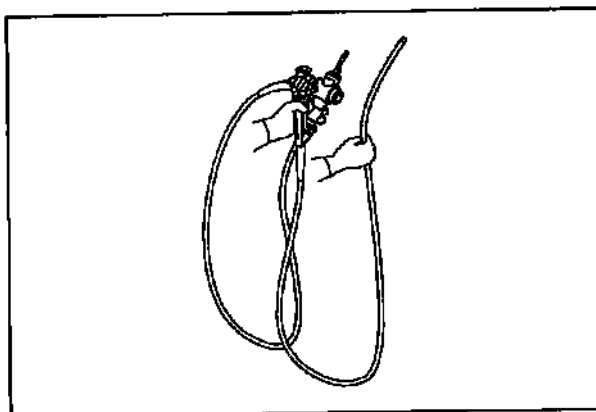

Рисунок 4.6.
3. При переносе эндоскопа в руках сверните универсальный шнур в петлю, одной рукой удерживайте световодный разъем вместе с блоком управления, а другой рукой плотно, но без сдавливания удерживайте дистальный конец вводимой трубки (см. Рисунок 4.6.).